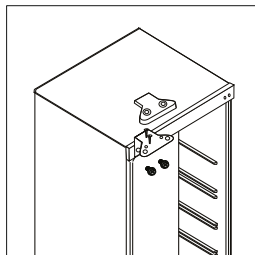

Рисунок 12
8. Поставьте МК в вертикальное положение и установите дверь на нижнюю петлю. Убедитесь, что нижняя петля попала в дверное отверстие. Перед тем как затянуть верхнюю петлю, попытайтесь открыть дверь, чтобы проверить, что дверь плотно прилегает к МК. Затем привинтите крышку петли на петлю (рис. 12).